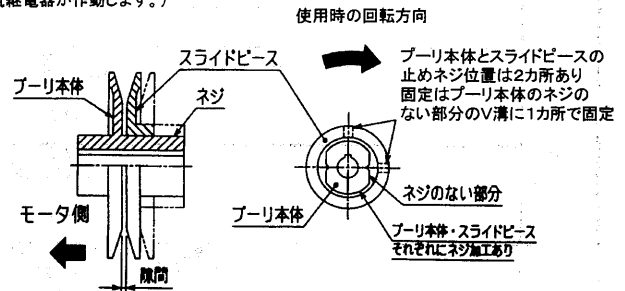

図1
- 下記の調節方法に従い、可変プーリのPCφを調節します。(図1)